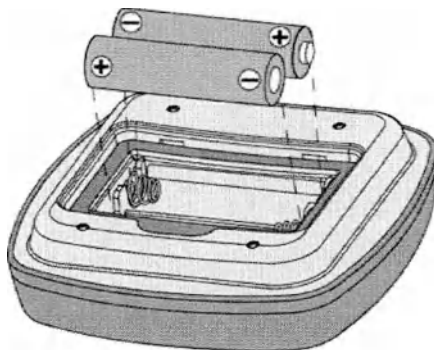

Рисунок 2-11 Ориентации батареек в пульте дистанционного управления
Отсек батареек содержит две (2) батареи типа АА. Чтобы заменить элементы питания, снимите крышку батарейного отсека внизу пульта ДУ. Замените старые батарейки (см. рисунок 2-11) и установите крышку. Использованные элементы питания утилизируйте согласно региональным нормативам и рециркуляционным планам.